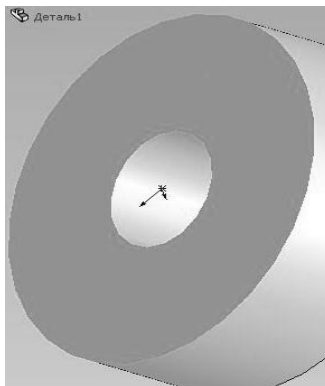

Рисунок 4.1. – Побудова вирізу
- обрати одну з плоских поверхонь побудованого диска, увійти в ескіз та накреслити коло $\varnothing 40$ мм (рис. 4.1);